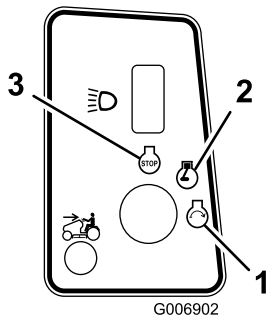

Bild 11
4. Drehen Sie den Zündschlüssel nach rechts und halten ihn auf Start (Bild 11). Lassen Sie den Schlüssel los, wenn der Motor anspringt.
2. Drehen Sie den Zündschlüssel auf Aus“ und warten Sie, bis alle rotierenden Teile zum Stillstand gekommen sind. (Bild 11).